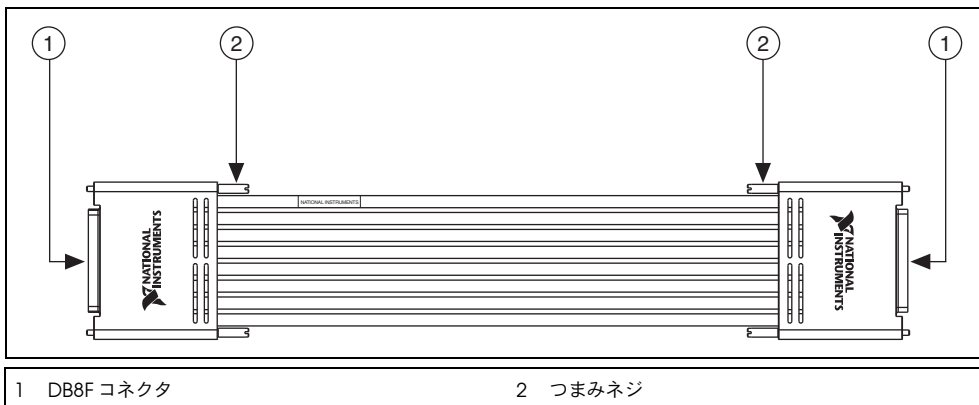

図 2 DB8F-DB8F-40A ケーブル
- ケーブルの 2 つめの DB8F コネクタをアプリケーションに接続します。図 2 を参照してください。